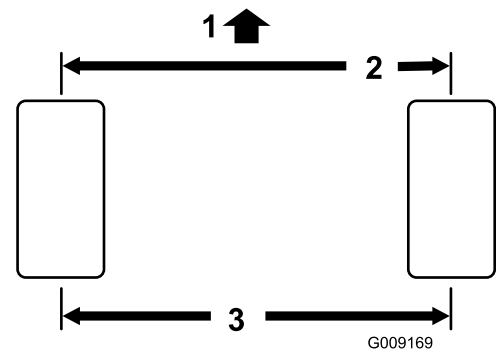

Figure 87
2. Mesurez l'entraxe (à hauteur d'essieu) à l'avant et à l'arrière des roues directrices (Figure 87).